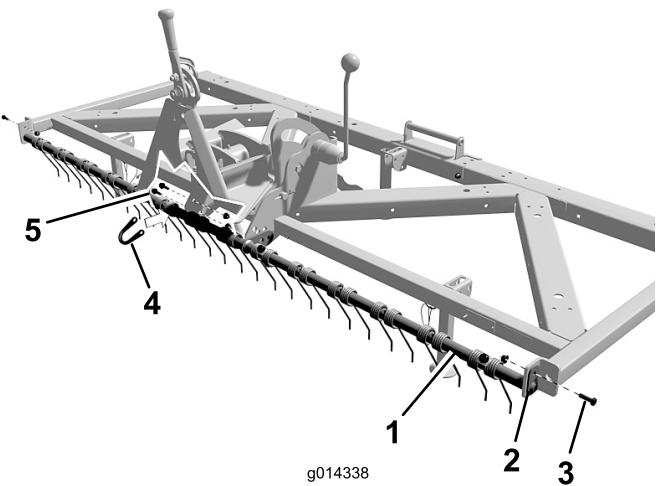

Figura 7
1. Prenda cada extremidade do suporte dos dentes de mola na parte da frente da vassoura de relva com um pino de leme e parafuso 5/16 x 1 pol. Posicione o suporte dos dentes de mola como se mostra em Figura 7).
2. Prenda o suporte dos dentes de mola na vassoura de relva com o suporte de fixação e (2) parafusos 5/16 x 1 pol. (Figura 7).